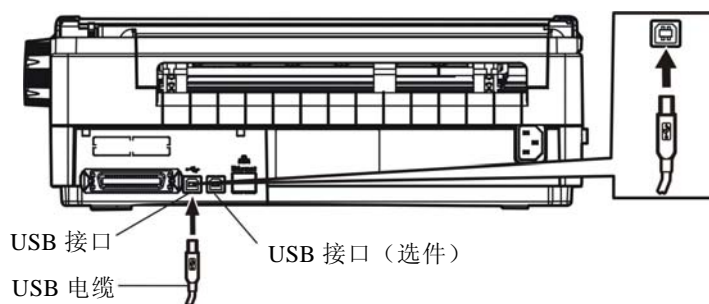

图 1-14 连接 USB 电缆
1. 将 USB 电缆的 A 端插头（方型）插进打印机的 USB 接口插座中（如图 1-14 所示）。